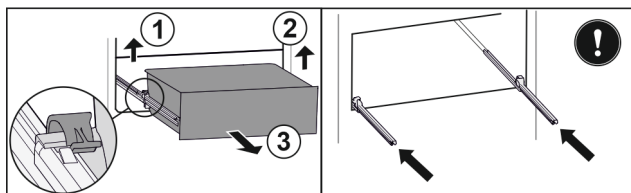

Fig. 120
- Zvedněte levou svorku a současně vytáhněte zásuvku vlevo dopředu. Fig. 120 (1)
- Zvedněte pravou svorku a současně vytáhněte zásuvku vpravo dopředu. Fig. 120 (2)
- Vyjměte zásuvku dopředu. Fig. 120 (3)